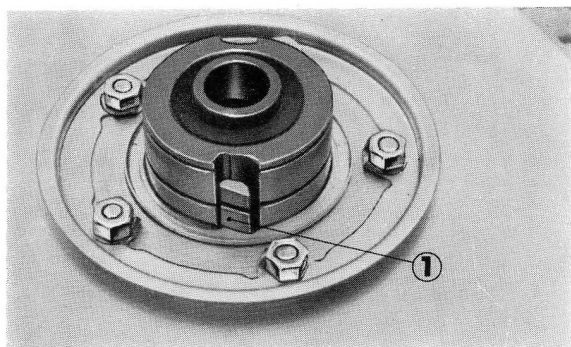

Figure 4-18 : ① rochet
② axe de roue arrière complet
4. Après extraction du ressort de roue libre A, les rochets peuvent être déposés (figure 4-18).